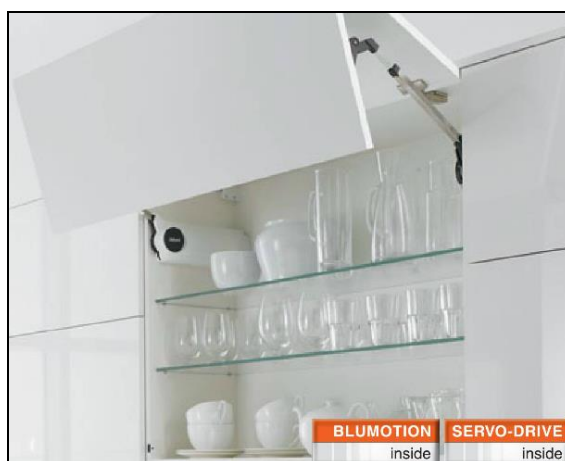

Рис. 38
- Складной подъемник AVENTOS HF (Рис.38). Обучающий материал по установке и регулировки находится в разделе «Монтаж и регулировка» пройдя по ссылке: <http://www.blum.com/ru/ru/01/10/10/>